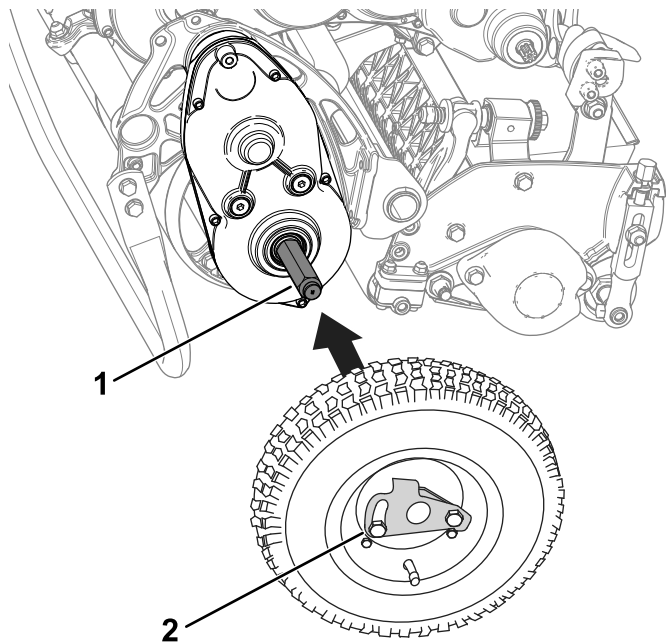

Рисунок 21
2. Наденьте колесо на ось (Рисунок 21).
3. Отведите стопор колеса (Рисунок 21) в сторону от центра колеса, чтобы сдвинуть колесо дальше на ось.